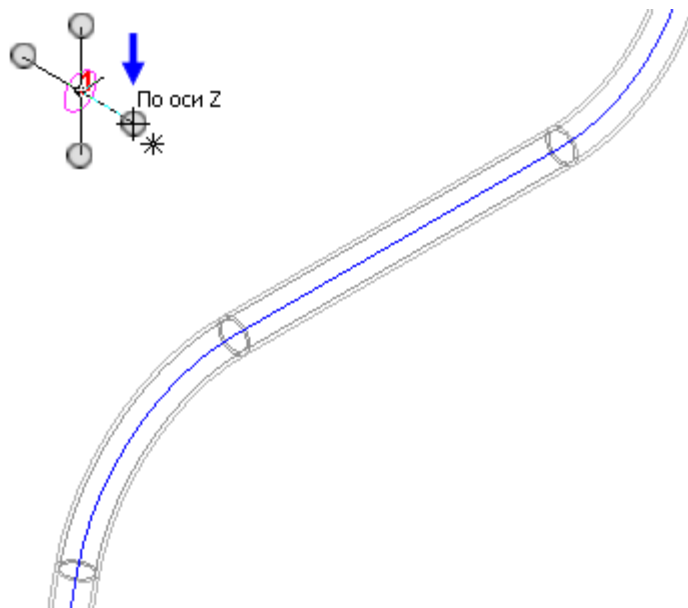

Рисунок 48
- Укажите направление направление построения первого сегмента По оси Z (рис. 48).